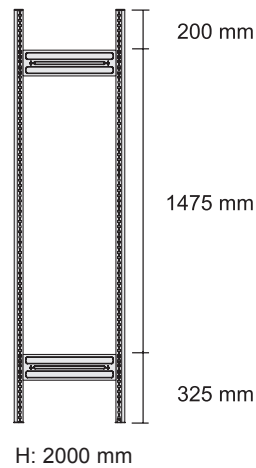

Abb. 2
D Zwei Stützprofile im Abstand der Stützenverbinder anordnen (Abb. 1). Stützenverbinder entsprechend Abb. 2 (die Pfeile zeigen in Richtung des Fußbodens) einsetzen und mit einem Gummihammer o.ä. in die Stützprofile einschlagen.
**Achtung!** Die Fixierprägung der Stützenverbinder (Abb. 2 a) muss auf beiden Seiten in die Stützprofile einrasten (Abb. 3 a).
**Attention!** Les connexions d'appui (fig. 2 a) doivent s'enclencher des deux côtés des profilés d'appui (fig. 3 a).
NL Twee steunprofielen op de afstand van de steunverbindingsstukken plaatsen (afb. 1). Steunverbindingsstukken overeenkomstig afb. 2 (de pijlen wijzen in de richting van de vloer) inzetten en met een rubberen hamer of dergelijke in de steunprofielen slaan.
**Opgelet!** De fixeeraadhesie van de steunverbindingsstukken (afb. 2 a) moet aan beide kanten in de steunprofielen sluiten (afb. 3 a).
GB Arrange two support frames at the correct distance for the support connection (fig. 1). Fit the support connections as shown in fig. 2 (the arrow points in the direction of the ground) and use a rubber hammer (or similar) to tap them into the support frames.
**Attention!** The locking pieces for the support connections (fig. 2 a) must be snapped in position on both sides in the support frames (fig. 3 a).